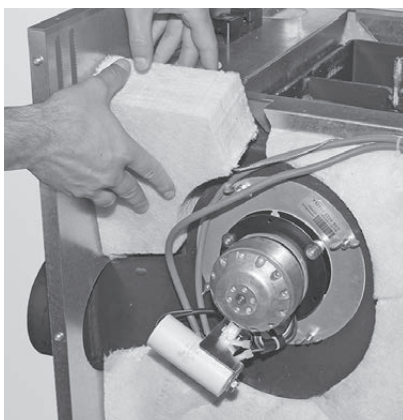

Fig. 28 Applicare l'isolamento (incluso, posto di lato sotto il ventilatore gas combusti)
- Infilare l'isolamento (incluso, posto di lato sotto il ventilatore gas combusti) in alto in corrispondenza del bocchettone dei gas combusti – Fig. 28.